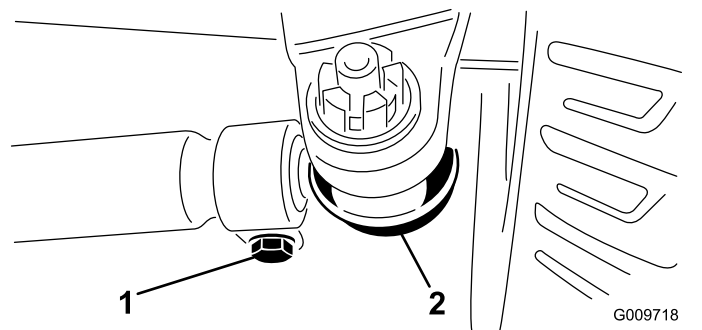

Bild 77
3. Entfernen Sie den Splint und die Mutter von einem der Spurstangen-Kugelgelenke (Bild 77), um die Vorspur einzustellen.
5. Lockern Sie die Klemmen an beiden Enden der Zugstangen (Bild 77).